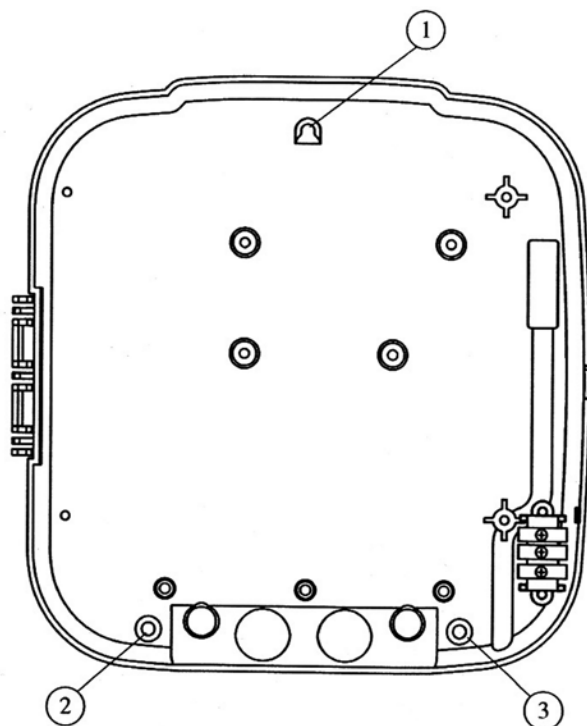

Bilden 3. Kontrollcentret får icke installeras infällt.
- Kontrollcentret får icke installeras infällt. Bilden 3.